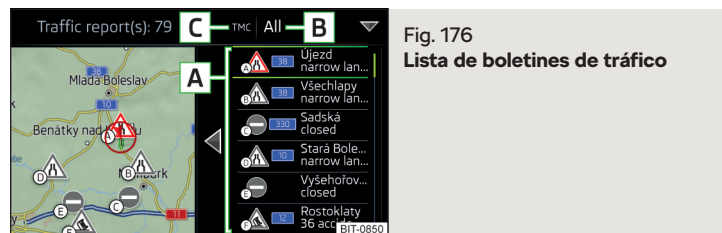

Fig. 176
En la lista de los boletines de tráfico, así como en el mapa se realiza la visualización de máximo 6 avisos, los cuales están previstos con una letra y el símbolo de una obstrucción del tráfico (p.ej. **A**, **B**, **C**) » fig. 176.
En la posición **[C]** » fig. 176 pueden visualizarse los siguientes símbolos.
► **Si se realiza una guía al destino** - después de pulsar la superficie funcional **[B]** » fig. 176 pueden seleccionarse **Todas las áreas** los boletines de tráfico, o pulsando la superficie funcional **Ruta**, sólo los boletines de tráfico que existen en la ruta, en el menú visualizado.